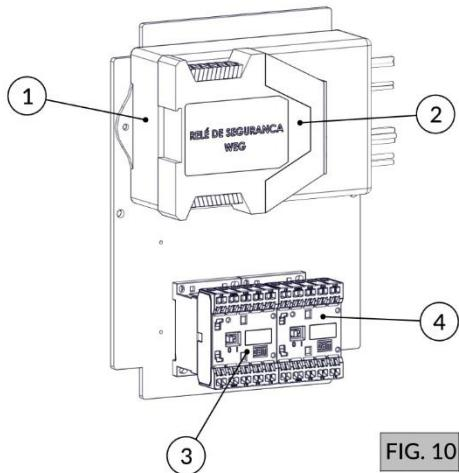
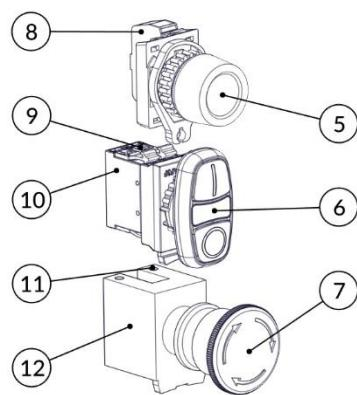

FIG. 10
FIG. 11
- c) Inspecione todo o conjunto de comando (contatores (FIG. 10), relê de segurança (FIG. 10), fonte chaveada HTR (FIG. 10), chaves de acionamentos (FIG. 11) e chicote elétrico) e verifique se há contaminação destes componentes por agentes externos agressivos ao sistema, tipo: sabão, água, insetos, etc. Verificar também a integridade dos cabos elétricos e seus terminais elétricos. Caso haja contaminação do sistema, deve-se proceder a troca do componente degradado.